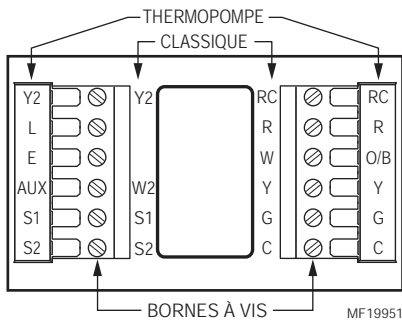

Fig. 7. Sélection des bornes en fonction du type de système.
1. Sélectionner l'ensemble de bornes (Tableau 1) qui correspond au type de système (classique ou thermopompe, Fig. 7).